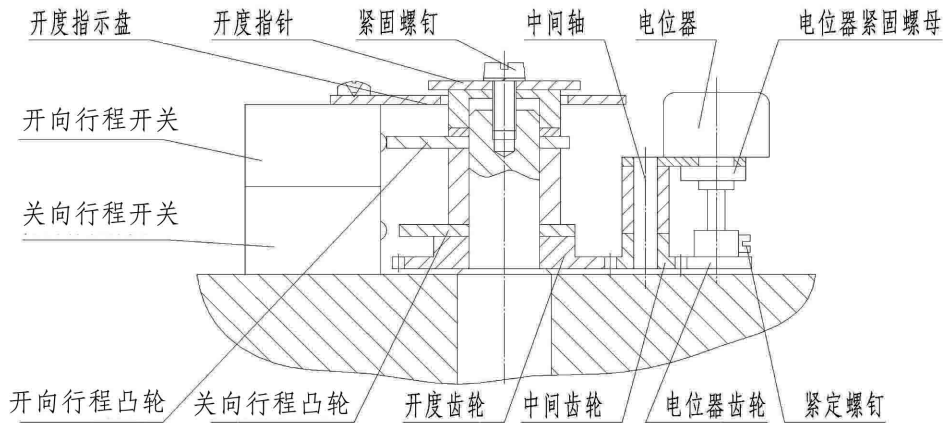

图 5 行程控制机构及开度指示机构
5.4 行程控制机构：结构见图 5。凸轮轴与输出盘同步转动，当凸轮轴转至预先设定的行程位置时，紧固在凸轮轴上的凸轮使微动开关动作，切断电动机电源，从而实现对电动装置行程的控制。
5.5 开度指示机构：结构见图 5。开度指示盘固定于行程开关上，凸轮轴转动使指针同时转动，以指示阀门的开关量，同时，凸轮轴上的开度齿轮通过中间齿轮带动电位器齿轮，电位器轴转动，供远传开度指示用。
7.2 行程控制机构的调整（参见图 5）
7.3 开度指示机构的调整（参见图 5）